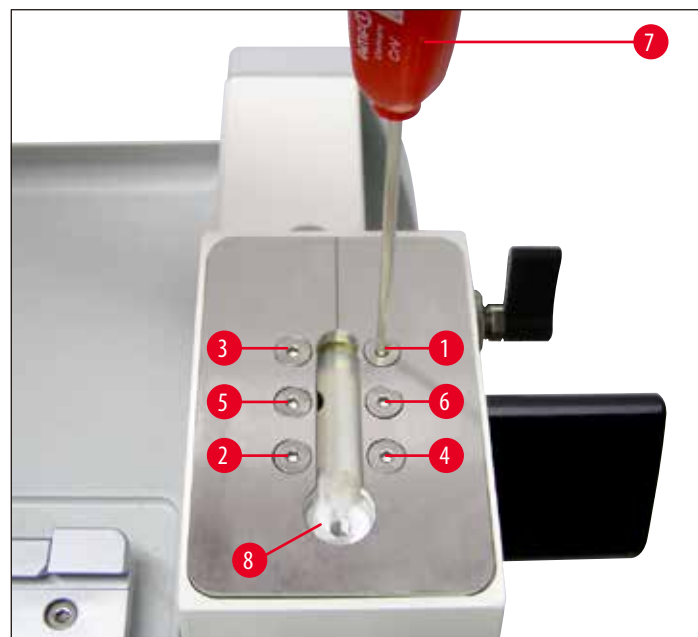

Рис. 16
- Установите шесть винтов с потайной головкой (→ Рис. 16-1) (→ Рис. 16-2) (→ Рис. 16-3) (→ Рис. 16-4) (→ Рис. 16-5) (→ Рис. 16-6) в отверстия и затяните ключом под шестигранник Т 25 (→ Рис. 16-7) в перекрестном порядке (последовательность, как на (→ Рис. 16)).